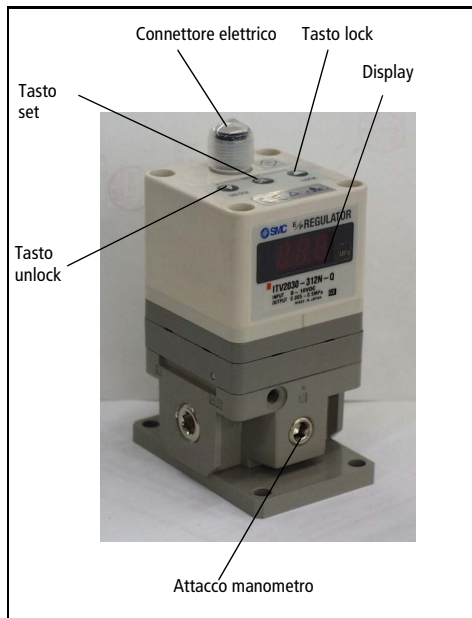

Fig 1
- Per impostare la pressione minima (sul display appare F-1) utilizzare i tasti lock/unlock (Fig 1), quindi premere 'Set' (Fig 1) per bloccare l'impostazione.
- Per impostare la pressione massima (sul display appare F-2) utilizzare i tasti lock/unlock (Fig 1), quindi premere 'Set' (Fig 1) per bloccare l'impostazione.
- Per impostare l'uscita del sensore 1 (sul display appare P-1) utilizzare i tasti lock/unlock (Fig 1), quindi premere 'Set' (Fig 1) per bloccare l'impostazione.
- Per impostare l'uscita del sensore 2 (sul display appare P-2) utilizzare i tasti lock/unlock (Fig 1), quindi premere 'Set' (Fig 1) per bloccare l'impostazione.
I tasti vengono bloccati all'attivazione della potenza e diventano inattivi. Se per errore si preme qualche tasto, sul display (Fig. 1) appare la scritta 'Loc'.
- 1) Premere il tasto 'unlock' (Fig 1) per più di 2 secondi.
- 3) Premere il tasto 'set' (Fig 1) per sbloccare.
**Nota: Per cancellare l'operazione, premere di nuovo il tasto 'unlock' (Fig 1).**
- 1) Premere il tasto 'lock' (Fig 1) per più di 2 secondi.
- 3) Premere il tasto 'set' (Fig 1) per bloccare.
**Nota: Per cancellare, premere il tasto 'unlock' (Fig 1).**
Se il regolatore ITV2000, rileva un'anomalia, sul display (Fig 1), appare 'Er' seguito da un codice. Isolare l'alimentazione, individuare il problema e risolverlo. Ristabilire l'alimentazione di potenza, dopo aver eliminato il guasto.
Premere i tasti lock/unlock (Fig 1) contemporaneamente per più di 3 secondi. Sul display appare la scritta 'RES'. Rilasciare i tasti. I valori delle pressioni massima e minima e delle uscite dei sensori P1 e P2 vengono riportati alla condizione iniziale.
Nota: Se l'alimentazione supera i 30mA, appare l'informazione sul display (Fig. 1) mostrando la scritta 'Er 5'.